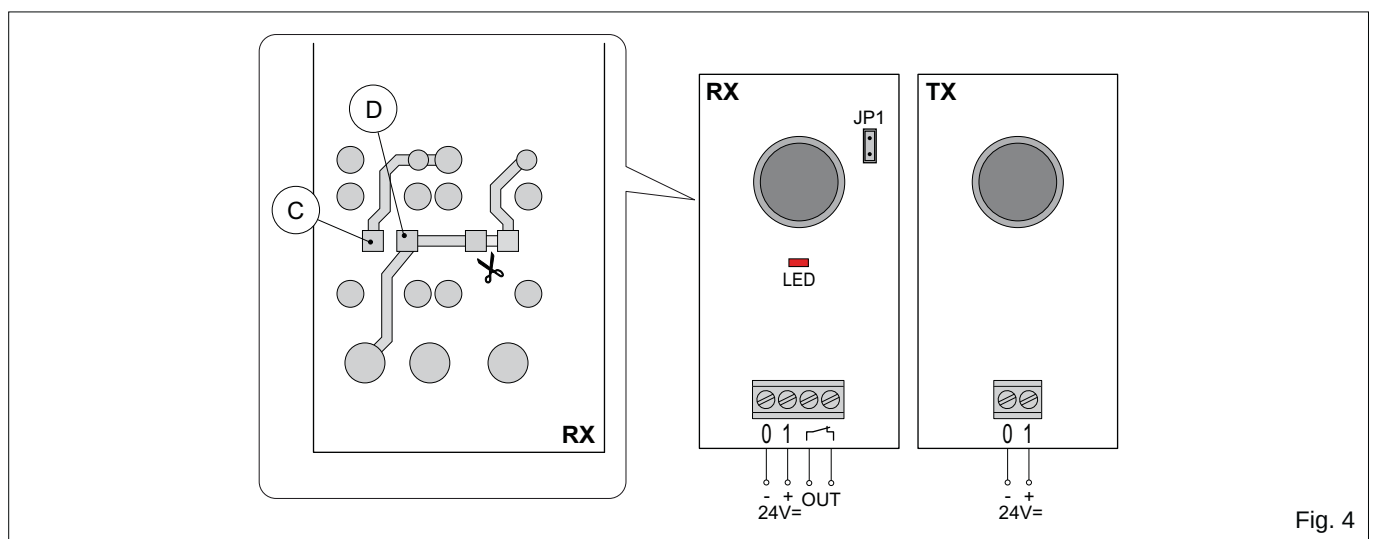

Fig. 4
Le fotocellule LAB3 e XEL2 vengono fornite con una portata massima impostata di circa 10 m. Per aumentare la portata fino a 30 m impostare JP1=OFF sul ricevitore RX (fig. 4).
Esegui i collegamenti elettrici come indicato (fig. 4).
(Fig. 4) Collegare il contatto N.C. ai contatti di sicurezza del quadro elettronico.
- (Fig. 4) Il contatto N.C. diventa un contatto N.O. e deve essere collegato ai morsetti 1-3 (apertura) o 1-5 (passo-passo) del quadro elettronico.
The LAB3 and XEL2 photocells are supplied with a maximum range of ca. 10 m. To increase the range up to 30 m, set JP1=OFF on the RX receiver (fig. 4).
Connect as indicated (fig. 4).
(Fig. 4) Connect the N.C. contact to the safety or stop contacts of the control panel.
- (Fig. 4) The N.C. contact becomes a N.O. contact and must be connected to terminals 1-3 (opening) or 1-5 (step-by-step) of the control panel.
Les cellules photoélectriques LAB3 et XEL2 sont fournies avec une portée maximale de 10 m environ. Pour augmenter la portée jusqu'à 30 m, imposer JP1=OFF de récepteur RX (fig. 4).